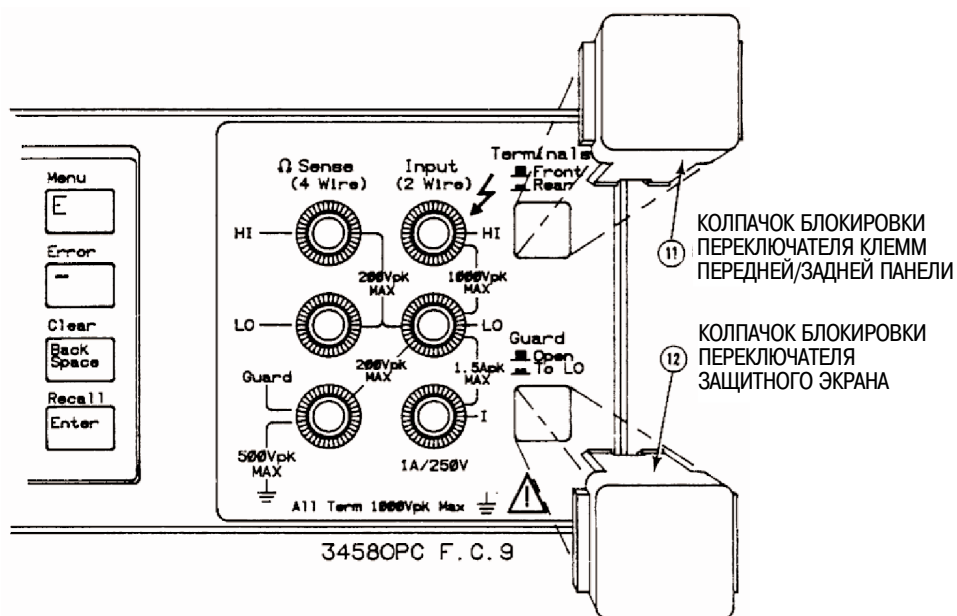

Рисунок 43 - Установка колпачков блокировки переключателей
1. См. рисунок 43. Повернуть прибор передней панелью к себе.